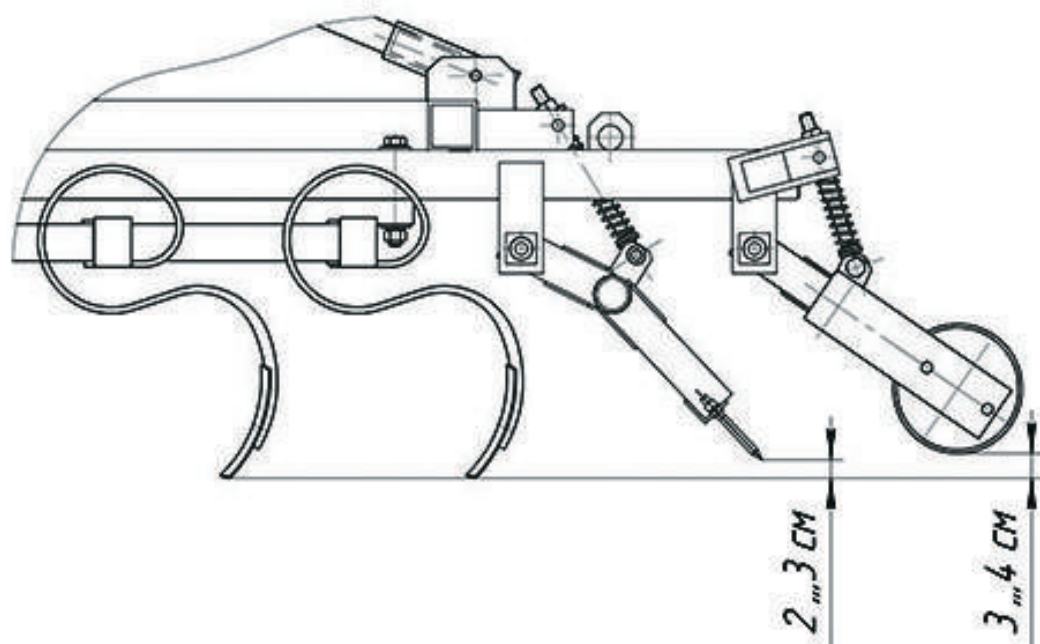

Рис. 2
5.6 Предварительная регулировка планочно-зубового выравнивателя и бороны роторной должна быть выполнена согласно *рис. 2*.